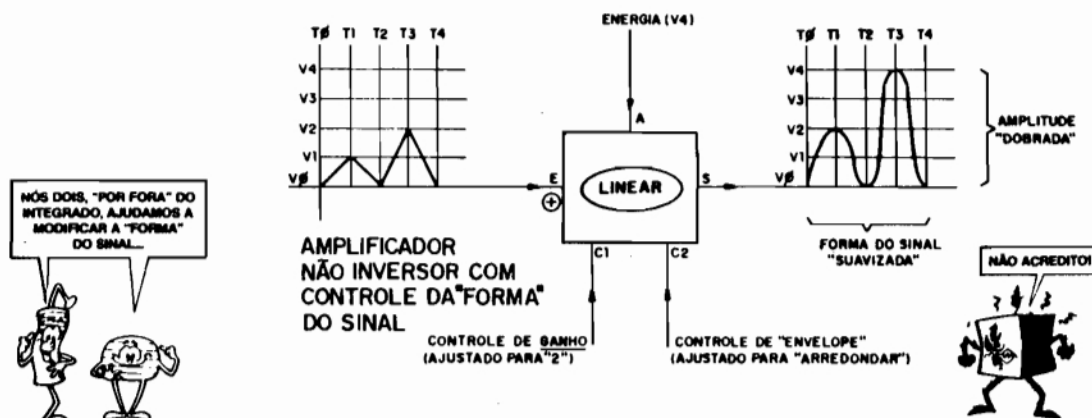

Fig.4
**FIG. 4 - BLOCOS AMPLIFICADORES LINEARES, QUE PERMITEM "MODIFICAÇÕES" (MAS MANTENDO A "PROPORCIONALIDADE") NO FORMATO DO SINAL...** - Conforme já dissemos em "Aulas" imediatamente anteriores, embora os Circuitos Integrados possam ser interpretados como blocos circuitais mais ou menos completos (para as funções ou conjuntos de funções mais ou menos específicas...), são raros os blocos que podem "ignorar" o auxílio externo de componentes discretos, capazes de - através de acessos ou terminais especiais no Integrado - dimensionar, parametrizar e "modificar" a linearidade básica do módulo! Usando, por exemplo, simples CAPACITORES e RESISTORES externos, estrategicamente acessados por determinados pinos ou "pernas" de um Integrado Amplificador Linear convencional, podemos - sim - efetuar até modificações sutis na "forma" do sinal que transita pelo bloco...! Os naturais "controles de tempo" devido às constantes inerentes aos conjuntos R-C (Resistor/Capacitor), permitem - por exemplo - "suavizar" uma forma de sinal mais "abrupta", ou "agucar" uma forma de sinal mais "suave", dentro de certos limites, sem que com isso se perca de vista a velha "proporcionalidade" dentro da qual funciona um bloco LINEAR! No bloco/exemplo da figura, temos um AMPLIFICADOR NÃO-INVERSOR COM CONTROLE DA "FORMA" DO SINAL (além da possibilidade externa de programação do ga-